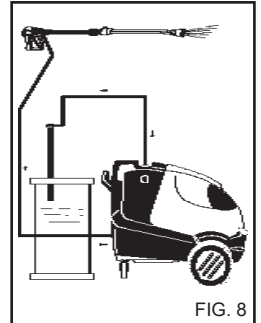

FIG. 8
- 3) Na het gebruik van het schoonmaakmiddel het aanzuigcircuit spoelen; de aanzuigslang (afb. 8) van het wasmiddel in een tank met schoon water doen en de pomp 1 min. laten draaien met de doseerkraan geheel open en de spuitslang op de stand van distributie van het schoonmaakmiddel.
4) Na het gebruik met het wasmiddel het aanzuigingscircuit spoelen; de aanzuigslang (afb. 8) van het wasmiddel in een tank met schoon water onderdompelen en de pomp 1 min. laten draaien, waarbij de doseerkraan volledig open en de spuit op de spuitstand moet staan.